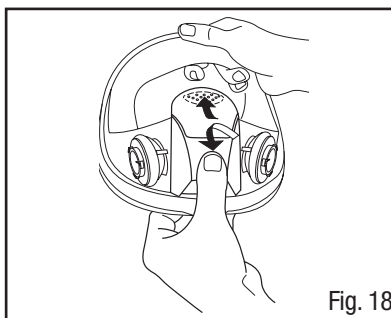

Fig. 18
1. Quite la cubierta de la válvula al pulsar el botón de la cubierta y deslizarla hacia arriba, paralela con el visor (Fig. 18).
2. Quite la cubierta de la válvula al pulsar el botón de la cubierta y deslizarla hacia arriba, paralela con el visor (Fig. 18).